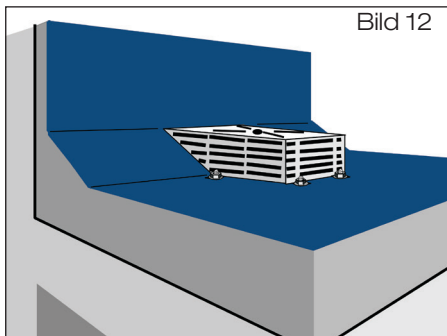

Bild 12
- 2.6 Sieb mit beiliegenden Befestigungsmuttern und U-Scheiben verschrauben (Bild 12).